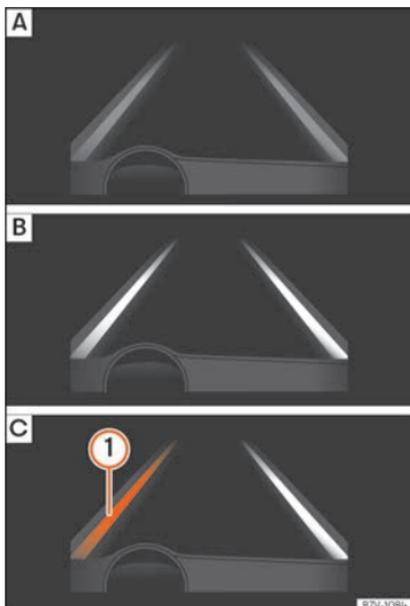

Fig. 269 No ecrã do painel de instrumentos: indicação no ecrã do sistema de aviso de saída da via.
- **Fig. 269 A:** O sistema está ativado, mas não está disponível, quer por ter alcan-
- **Fig. 269 B:** O sistema está ativado e disponível, reconhece as duas linhas da via de circulação. Neste momento não está a corrigir a trajetória.
- **Fig. 269 C:** O sistema está a funcionar, a linha destacada ① indica que existia o risco de ultrapassar involuntariamente a linha da via de circulação e está a atuar sobre a direção para corrigir a trajetória C.